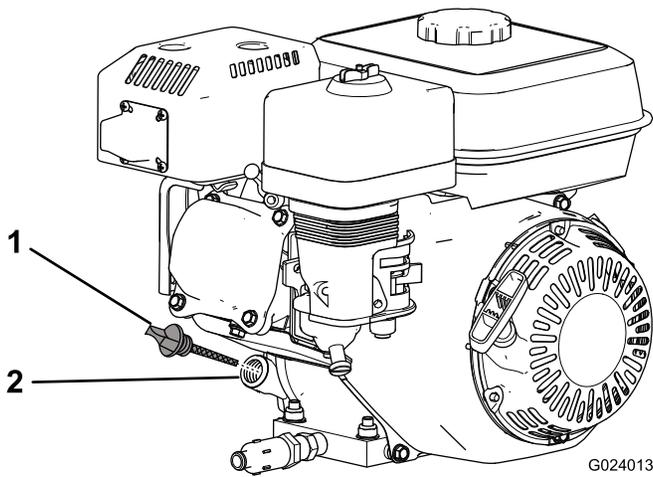

Figura 26
2. Pare el motor, espere a que se enfríe y limpie la zona alrededor del tapón de llenado/varilla (Figura 26).